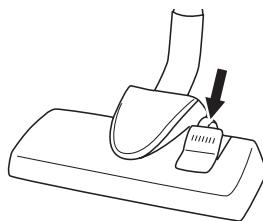

Figure 4
- Pour adapter la position de l'embout d'aspiration à la surface dure ou molle, faites jouer du bout du pied l'interrupteur de position de l'embout; voir la figure 4. Sur une surface dure, vous enfoncez l'interrupteur, de sorte que la brosse dépasse de l'embout d'aspiration. Sur une surface molle, relevez l'interrupteur.